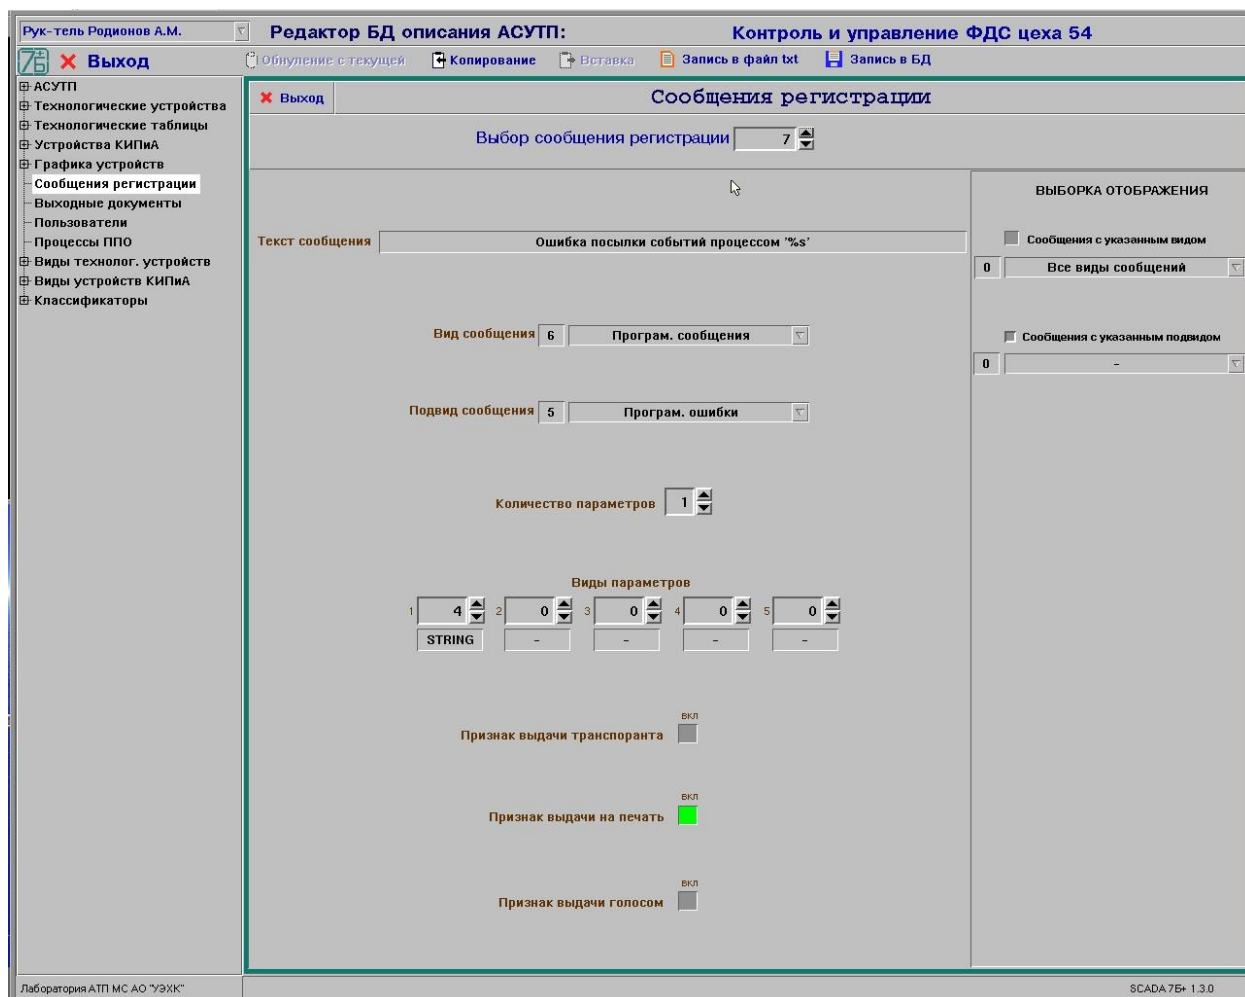

Рисунок 24 - Окно редактирования сообщений системы регистрации
8.14.1 После выбора в иерархическом списке темы «Сообщения регистрации» на экране будет отображено окно редактирования сообщений системы регистрации (см. рис. 24).